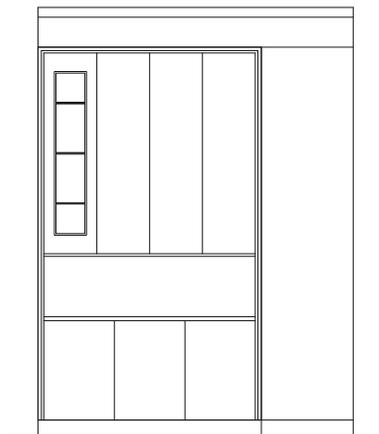

图 8-1-76
**STEP 10** 使用修剪命令 TRIM 将第 (9) 步中绘制的横线进行修剪, 并使用偏移命令 OFFSET 将其上下各偏移 5, 如图 8-1-76 所示。